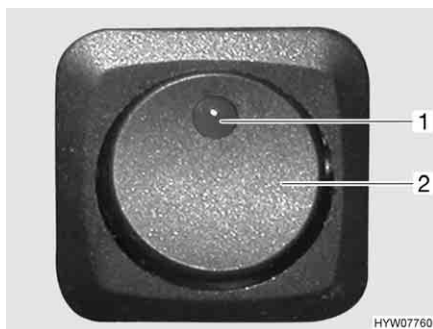

Fig. 8 Interruttore per luce con regolazione in curva/luce fendinebbia
- Premere l'interruttore (Fig. 8,2). La spia verde di controllo (Fig. 8,1) nell'interruttore indica il funzionamento.